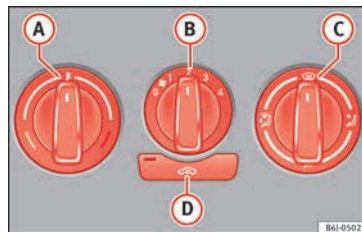

Abb. 165 Bedienelemente der Heizung in der Instrumententafel.
• Mit den Reglern **A**, **B** und **C** » **Abb. 165** können die Temperatur, die Gebläsestufe und die Luftverteilung eingestellt werden.
- Taste **D** » **Abb. 165** drücken, die Kontrollleuchte in der Taste leuchtet.
Wenn der Regler **C** » **Abb. 165** in der Defrost-Position steht, ist die Luftaustrittsdüse immer geöffnet und es gelangt Außenluft in den Fahrzeuginnenraum.
- Drehen Sie den Temperaturregler » **Abb. 165** **A** nach links.
- Drehen Sie den Temperaturregler » **Abb. 165** **A** nach rechts, bis die gewünschte Heizleistung erreicht ist.
» **Abb. 165** **A** ganz nach rechts auf die höchste Heizleistung.
» **Abb. 165** **A** in den Heizbereich.